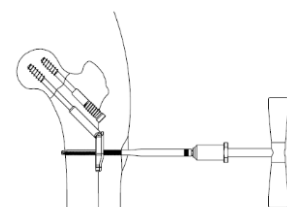

図 2-4-3
- 3) 骨質が硬い場合は、T ハンドル (L) を接続したロッキングスクリュー用タップにてタッピングを行います。(図 2-4-3)